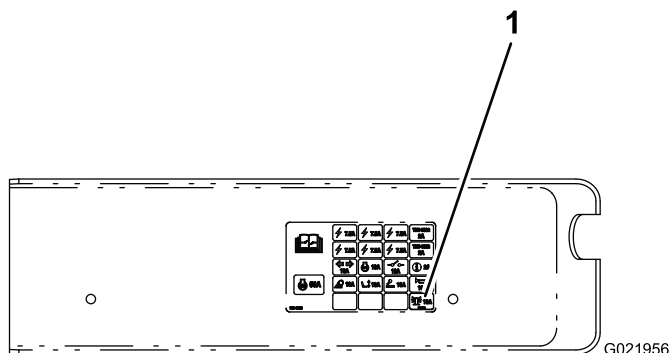

Figura 8
2. Applicate l'adesivo della luce di segnalazione su quello del portafusibili nella posizione mostrata in (Figura 8). Accertatevi che la superficie dell'adesivo sia pulita e asciutta prima di applicare l'adesivo.